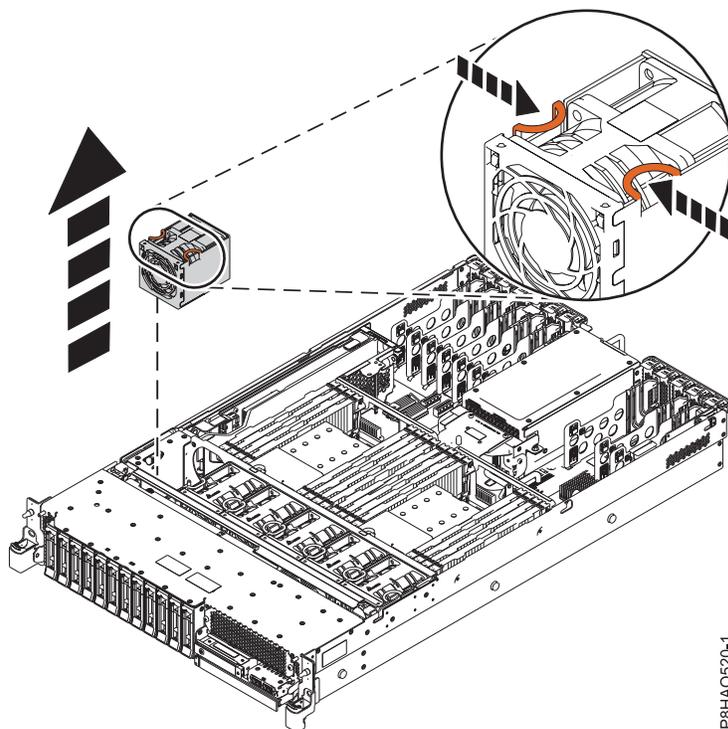

Abbildung 2. Lüfter ausbauen
- c. Heben Sie den Lüfter mithilfe der Kontaktpunkte aus dem Gehäuse (siehe Abb. 2).